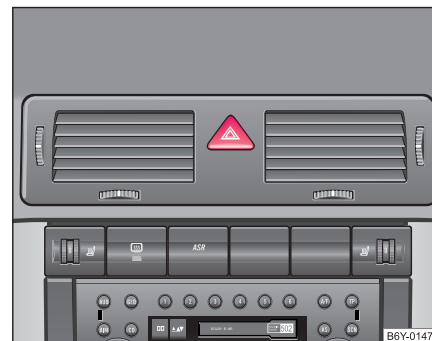

Fig. 32 Cuadro de intermitentes: Interruptor para el sistema de intermitentes simultáneos
- Pulse el conmutador ⚠ ⇒ fig. 32, para conectar o desconectar el sistema de intermitentes simultáneos.